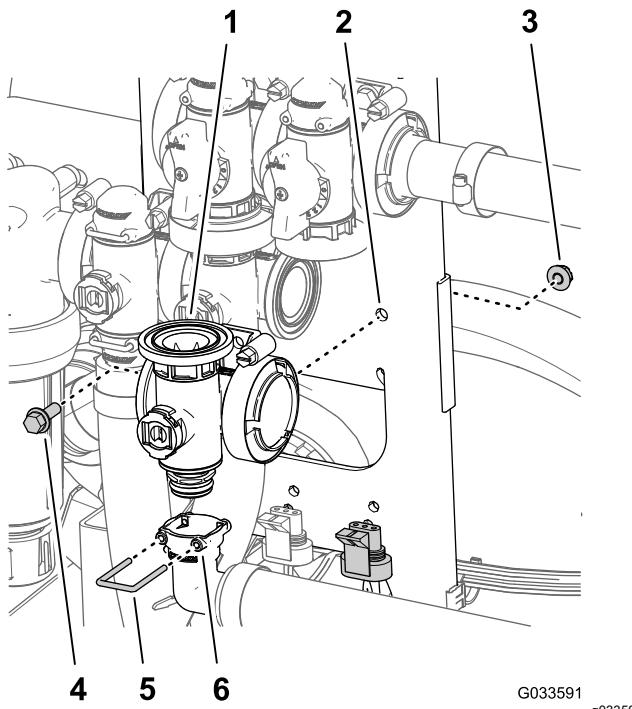

Figure 118
2. Retirez l'étrier qui fixe le raccord de sortie à 90° à l'accouplement du collecteur de la vanne maîtresse (Figure 118).
3. Retirez le boulon à embase ($\frac{1}{4}'' \times \frac{3}{4}''$) et le contre-écrou à embase ($\frac{1}{4}''$) qui fixent la vanne maîtresse des rampes au support, puis déposez le collecteur de la machine (Figure 118).